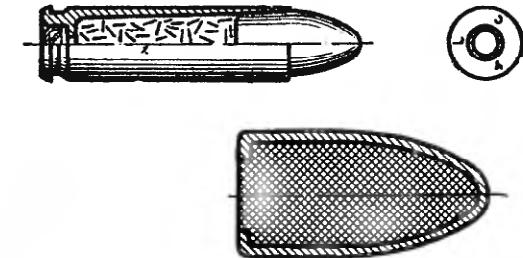

Рис. 4. 7,62-мм промежуточный патрон с обыкновенной пулей
3. 7,62-мм американский промежуточный патрон с обыкновенной пулей (рис. 4)